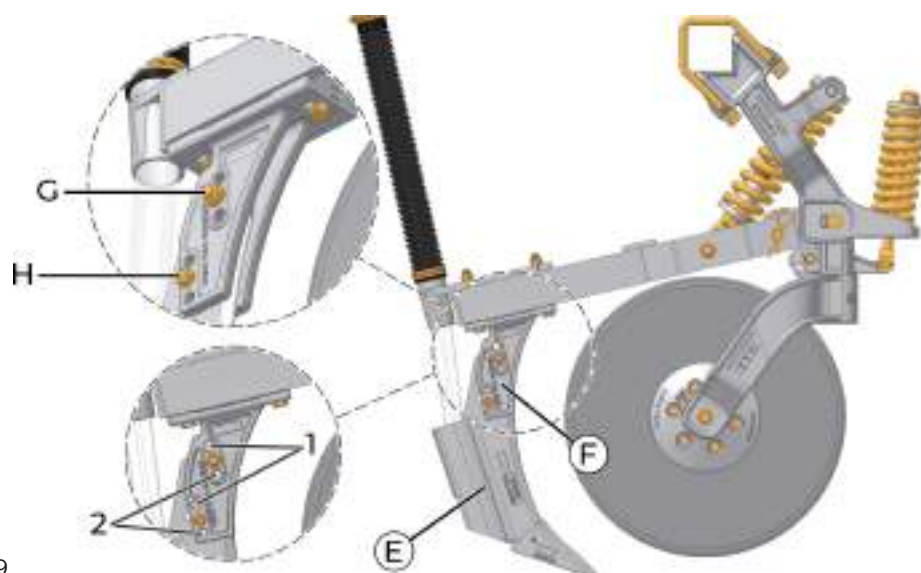

fig. 109
A altura do sulcador (E) em relação ao solo pode ser ajustada (fig. 109) em decorrência do tipo de solo a ser plantado. Afrouxe os parafusos superior (G) e inferior (H) e desloque o sulcador para a posição 1 (onde teremos uma menor profundidade de calagem) ou para a posição 2 (onde teremos uma maior profundidade de calagem no solo).